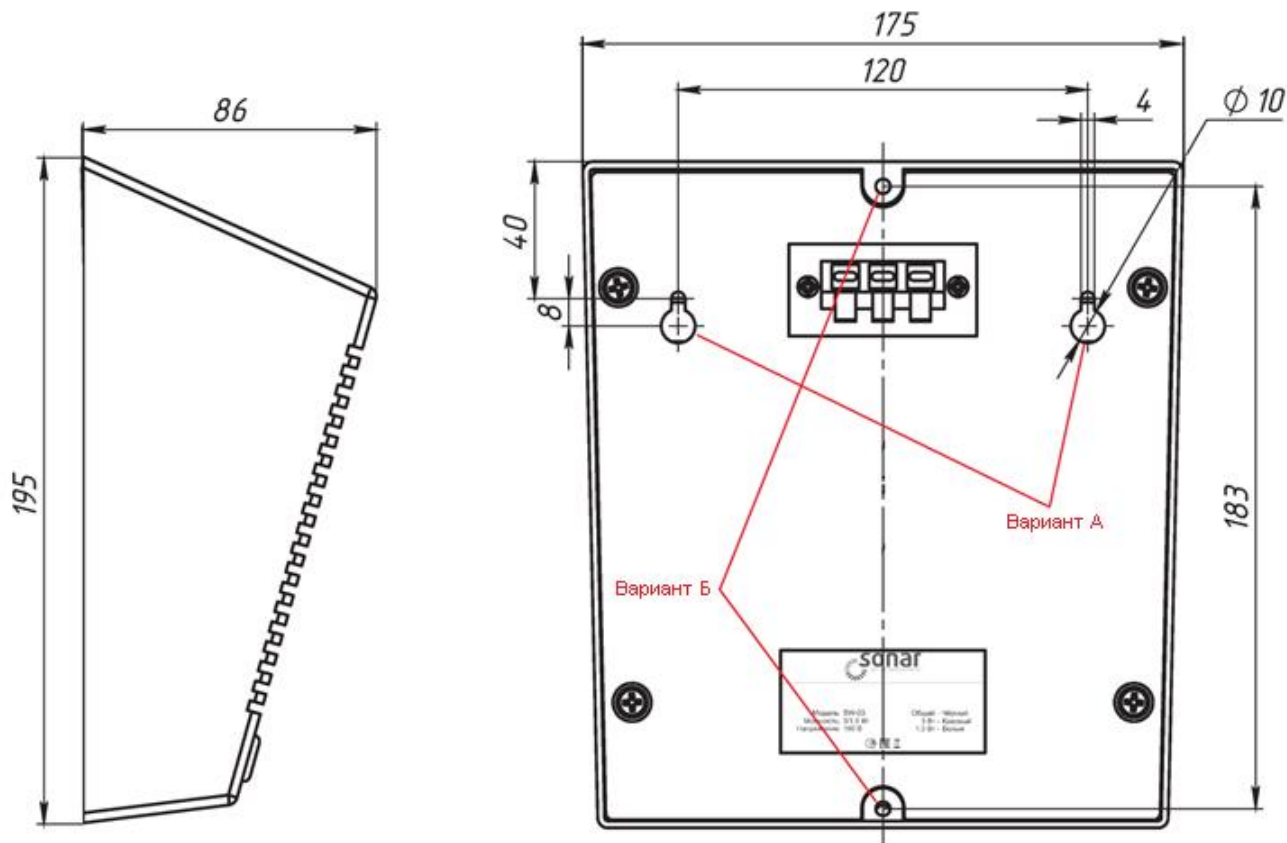

Рисунок 4
– вариант А: просверлить в стене отверстия, используя разметку для установочных размеров «А» (рисунок 4). Установить в отверстия дюбели, вкрутить в дюбели винты, не докрутив их до конца на 5 мм, установить оповещатель на винты, используя установочные отверстия «А» оповещателя;
– вариант Б: просверлить в стене отверстия, используя разметку для установочных размеров «Б» (рисунок 4). Установить в отверстия дюбели, приложить к стене оповещатель и закрепить его винтами через установочные отверстия «Б».